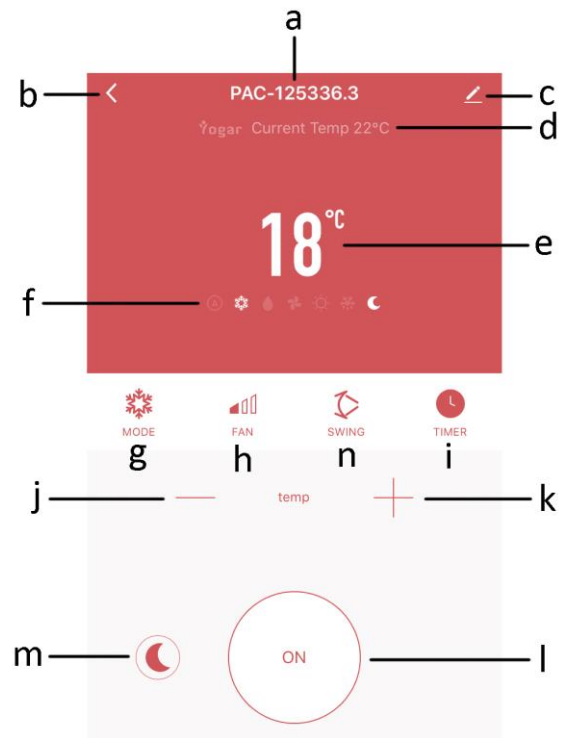

Abb.4
6. Das Klimagerät können Sie nun über die App-Oberfläche bedienen (Abb. 4). Tippen Sie auf die jeweilige Option zum Einstellen des Geräts. Bei der Auswahl des Betriebsmodus und der Lüftergeschwindigkeit werden die gleichen Optionen wie auf dem Bedienfeld am Gerät angezeigt.